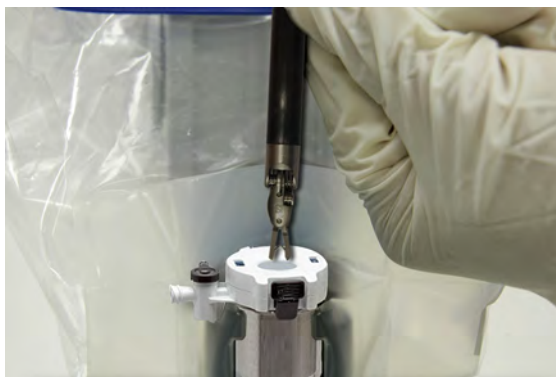

Figura 5.4 Mantenha o eixo do instrumento e o punho do instrumento retos ao instalar o instrumento
5. Mantenha o punho reto ao carregar o instrumento no braço do Carrinho do Paciente (Figura 5.4).